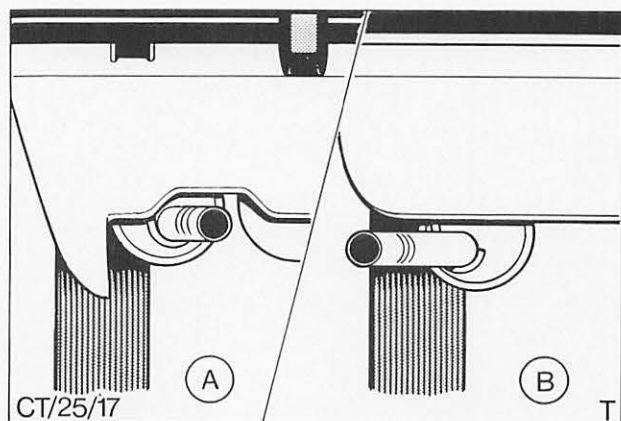

Abb. 26 A = Vorschriftsmäßige Lage des Endrohrs beim Pkw
6. Hintere Anlage ausrichten. Darauf achten, daß die Gummi-Stegschlaufe nicht verspannt ist, und daß die Anlage an keiner Stelle die Bodengruppe bzw. Hinterachse berührt, Abb. 26. Beide Klemmschellen festziehen.